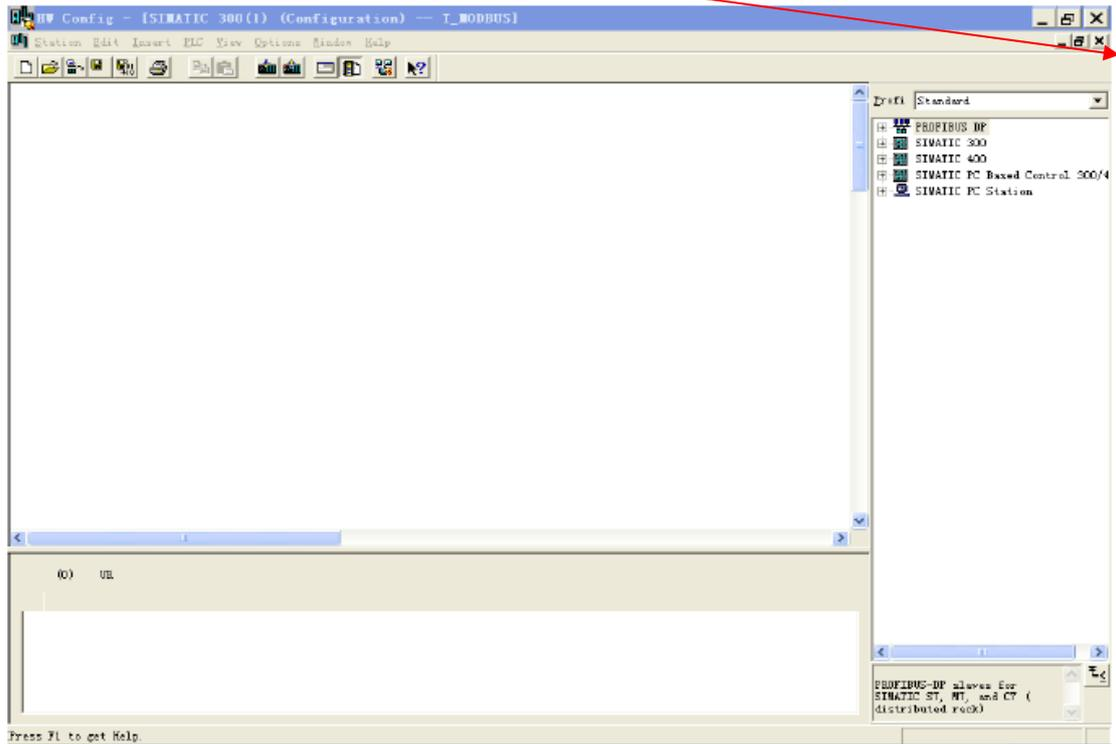
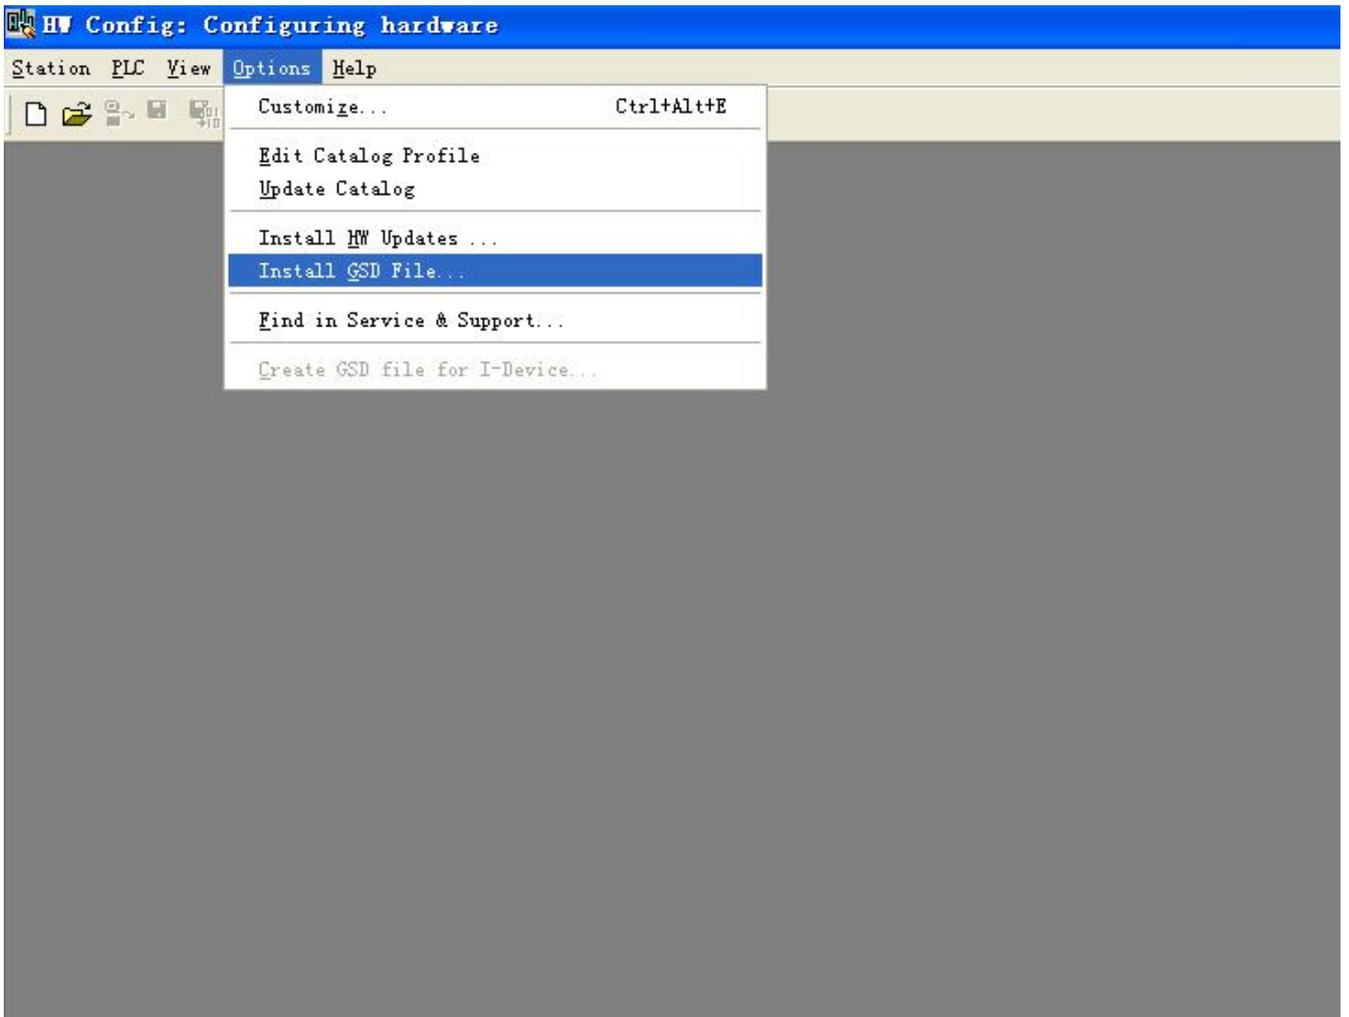

图 5
图 6
5. 弹出的组态界面如图 5 所示，注册 GSD 文件之前应该关闭当前工程的组态窗口。
1. 在图 5 中关闭当前工程组态窗口后, 点击菜单栏 Options->Install GSD file, 如图 6: